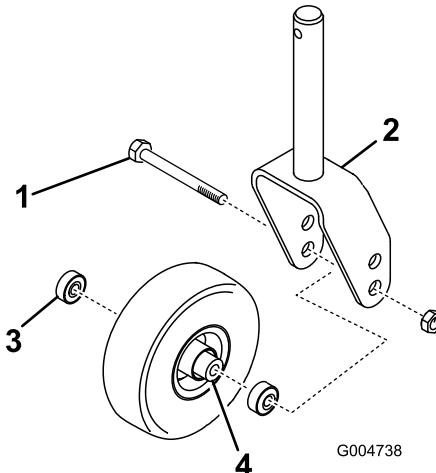
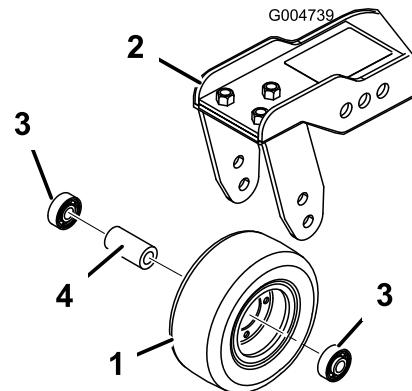

Figura 107
Figura 108
1. Retire la contratuerca del perno que sujeta el ensamblaje de la rueda giratoria entre la horquilla (Figura 107) o el brazo de pivote (Figura 108). Sujete la rueda giratoria y retire el perno de la horquilla o del brazo de pivote.
2. Retire el cojinete de la rueda y deje que se caiga el suplemento del cojinete (Figura 107 y Figura 108). Retire el cojinete del otro lado de la rueda.